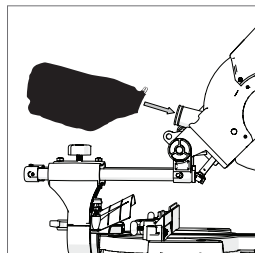

図40
- ・ クリップを広げた状態で排出口の溝にはめ込み、隙間ができないように取付けます。(図40)